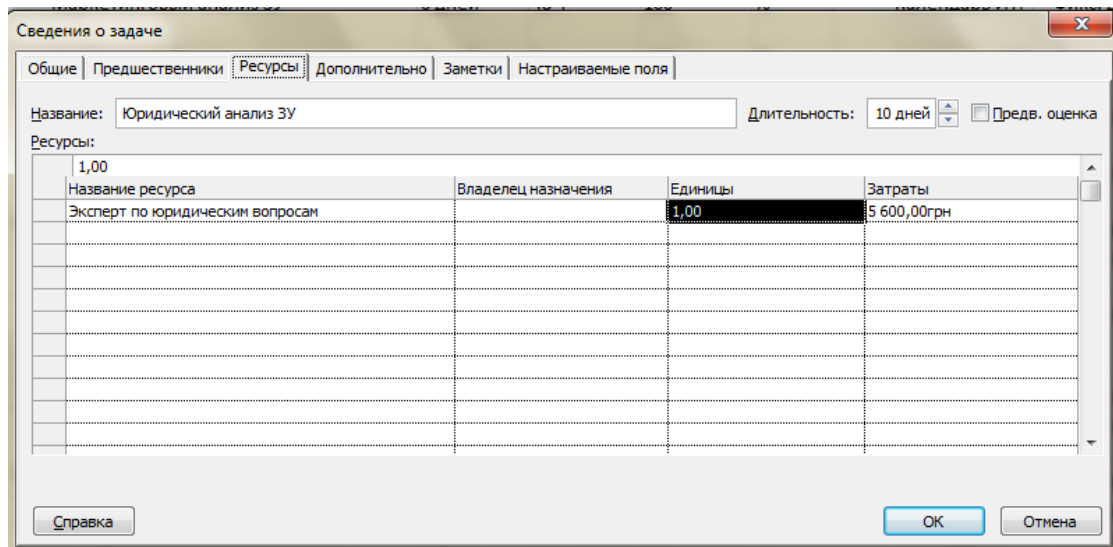

Рисунок 8.7 Назначение ресурсов через сведения о задаче
- Щёлкнуть дважды левой кнопкой мыши на задаче или вызвать через щелчок правой кнопкой мыши меню с пунктом «Сведения» и в окне «Сведения о проекте» на закладке «Ресурсы» в колонке «Название ресурса» нажать на треугольник, и в выпавшем меню выбрать нужный ресурс и указать, при необходимости требуемое количество ресурсов для исполнения работы, Рисунок 8.7.
- В случае, если нужно указать количество ресурсов нужно перейти в окно «Сведения о задаче», Рисунок 8.7.